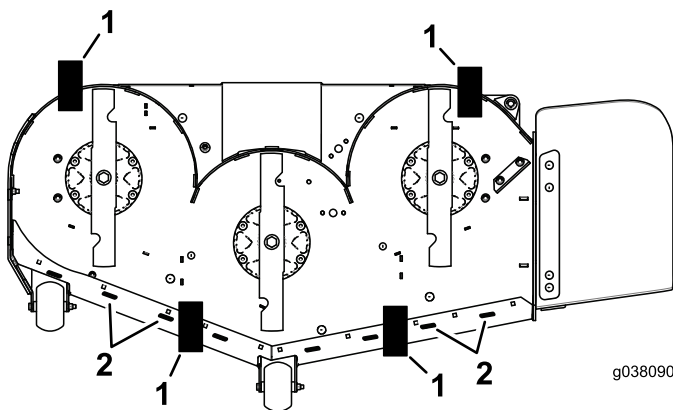

Figura 122
9. Coloque dos bloques (consulte la tabla siguiente) debajo del borde trasero del faldón de la carcasa de corte, uno en cada lado de la carcasa (Figura 122).